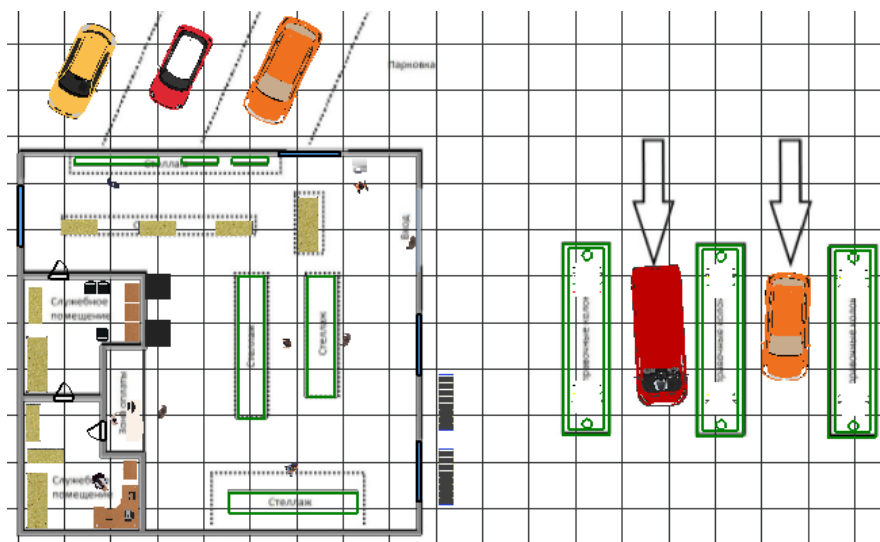

Рисунок 4.1 – План будови магазину
1. Завантажити файл-підкладку будови магазину (рис. 4.1).